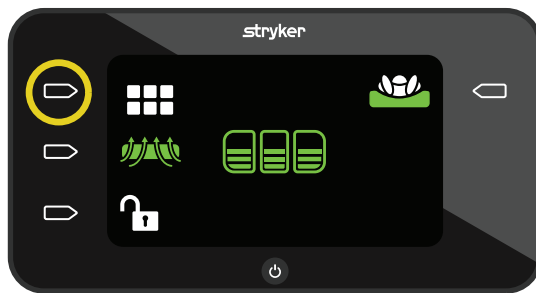

Figure 10 – Mode
1. Sur l'écran d'accueil, appuyer sur le bouton d'action en regard de l'icône **mode** (Figure 10).